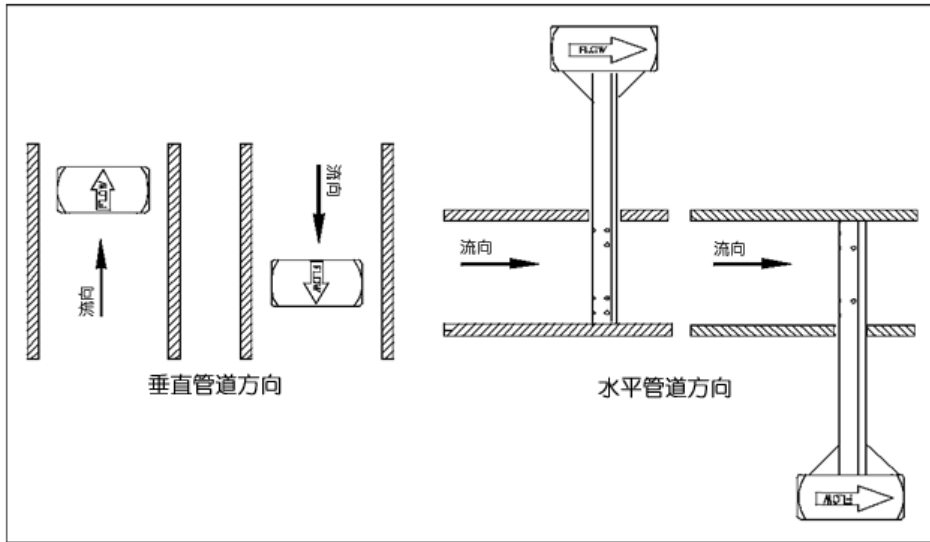

图 4：流体方向
- 调整探头方向，使仪表接头上标注着“Flow”方向的箭头与管道内流体流向一致并与管道的轴线方向夹角在  $\pm 3^\circ$  内（如图 4 所示）。使仪表接头保持这一方向并准备进行后续操作。
- 再次确认探头方向，使仪表接头上标注着“Flow”方向的箭头与管道内流体流向一致并与管道的轴线方向夹角在  $\pm 3^\circ$  内（如图 4 所示）。可以使用月牙扳手或管钳来调整探头方向，从而确保对齐。